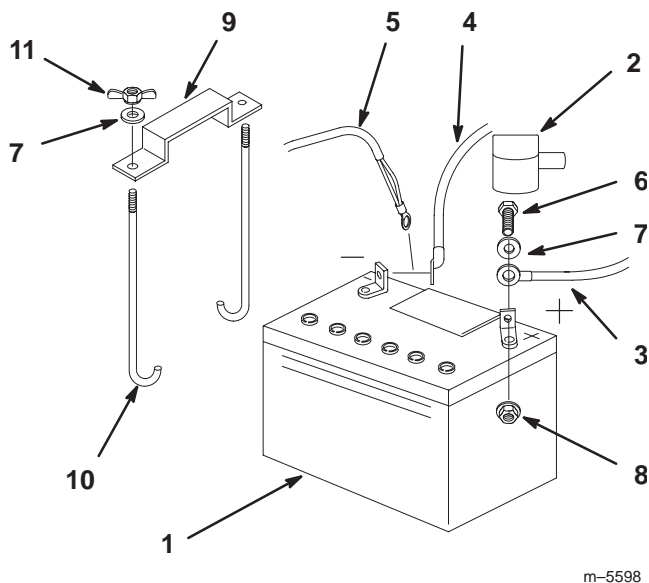

Figure 62
1. Placez la batterie dans son support en tournant les bornes vers le moteur (Fig. 62).
4. Fixez les câbles à l'aide de 2 boulons (1/4 x 3/4"), 2 rondelles (1/4"), ainsi que 2 contre-écrous (1/4") (Fig. 62).
6. Fixez la batterie en position avec des boulons en J, une barrette de maintien et 2 rondelles (1/4"), ainsi que 2 écrous papillon (1/4") (Fig. 62).
3. Débranchez d'abord le câble négatif et le câble de masse de la borne négative (-) de la batterie (Fig. 62).
4. Ôtez le capuchon rouge de la borne positive (rouge) de la batterie. Retirez ensuite le câble positif (rouge) de la batterie (Fig. 62).
5. Retirez les deux écrous papillon (1/4") de fixation de la barrette de maintien de la batterie (Fig. 62).